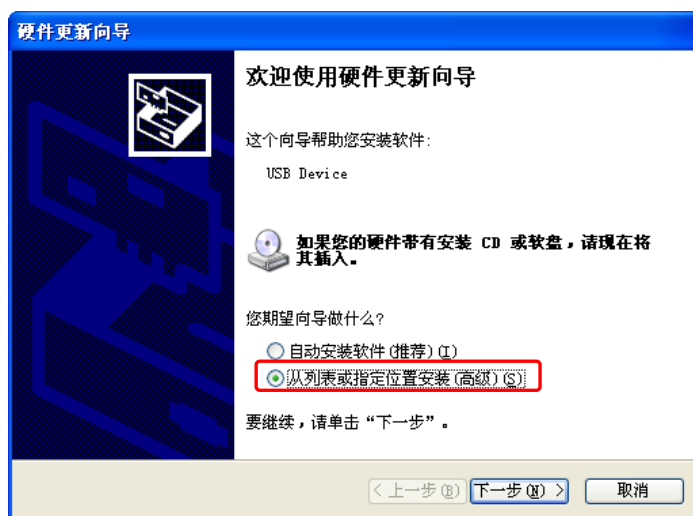

图 2.4 选择指定位置安装
- 安装过程中驱动路径应该定位到 XR21V1410 所在的路径，而不能选择“自动安装软件(推荐)”，如图 2.4 所示；